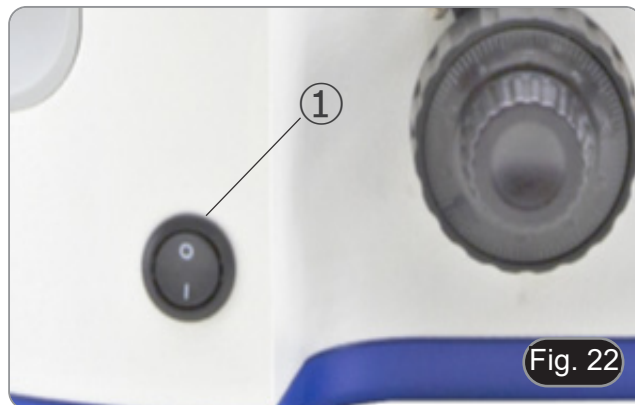

Fig. 22
Para activar o iluminador da luz transmitida, rode o interruptor principal ①, localizado no lado esquerdo do suporte, para a posição "I". (Fig. 22)